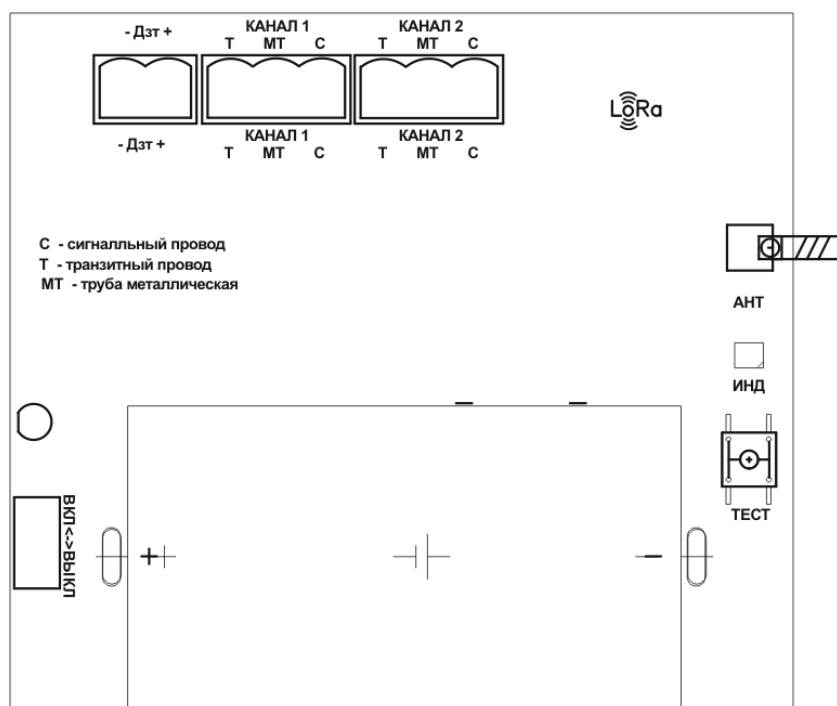

Рисунок 3. Расположение разъемов на плате PM-8685-R
- Включить переключку питания рис. 3.